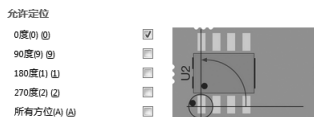

图 8-4 “Component Orientations” 选项设置
(3) “Component Orientations” (元件布局方向规则) 选项：用于设置 PCB 上元件允许旋转的角度，图 8-4 所示为该选项设置内容，在其中可以设置 PCB 上所有元件允许使用的旋转角度。